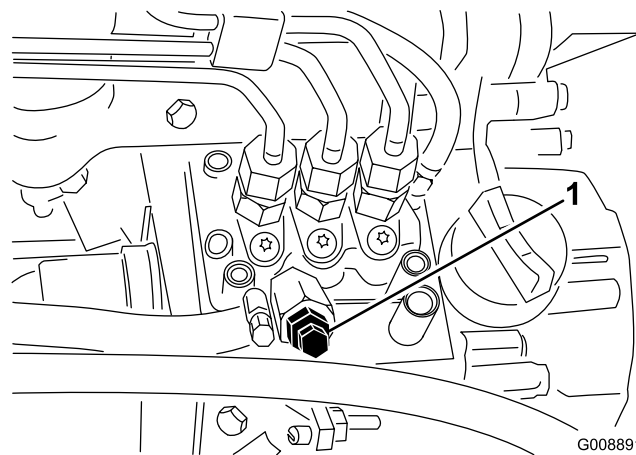

Figura 23
- Aprire la vite di spurgo dell'aria, situata sulla pompa di iniezione del carburante (Figura 23).